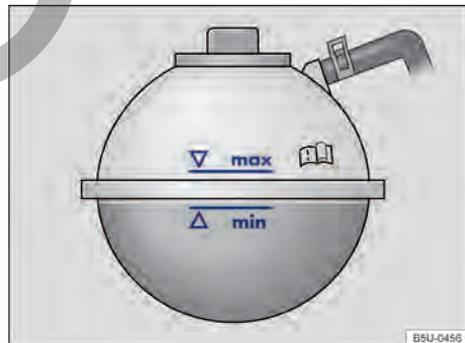

Fig. 198 En el compartimento del motor: marca en el depósito de expansión del líquido refrigerante del motor. ▶
- Con el motor frío, comprobar el nivel del líquido refrigerante del motor por la marca lateral del depósito → fig. 198.
- El nivel del líquido refrigerante del motor debe permanecer dentro de la marca del depósito → fig. 198. **¡No completar por encima de la marca "máx" → ⓘ!**
- Completar con líquido refrigerante del motor solamente hasta la marca "máx" → fig. 198. De lo contrario, al calentarse, el líquido excedente sería expulsado del sistema de refrigeración del motor y podrá causar daños.